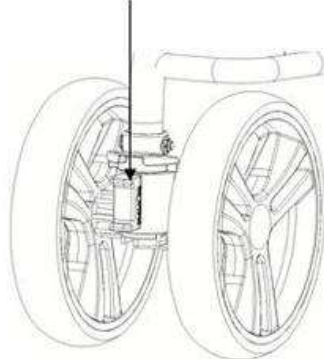

Figure 5
3. Wanneer de richtingsknop nog verder omlaag wordt gedrukt en opnieuw een duidelijk voelbare terugkoppeling wordt gevoeld, kunnen de voorwielen 360° draaien, zoals weergegeven in afbeelding 5.